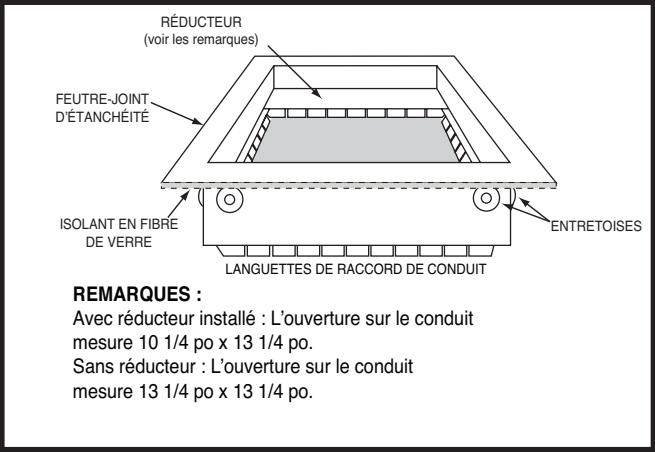

Figure 9. Raccord de conduit
- Cette fournaise est certifiée pour une utilisation sur un plancher ou des supports en bois, mais ne doit pas être installée directement sur du tapis, des carreaux ou tout autre matériau combustible autre qu'un plancher de bois. **REMARQUE :** La fournaise peut être installée sur un plancher combustible avec des raccords de conduits (Figure 9). Cet accessoire fourni par l'usine doit être installé dans la cavité du plancher et fixé au conduit d'alimentation d'air avant l'installation de la fournaise à flux descendant.